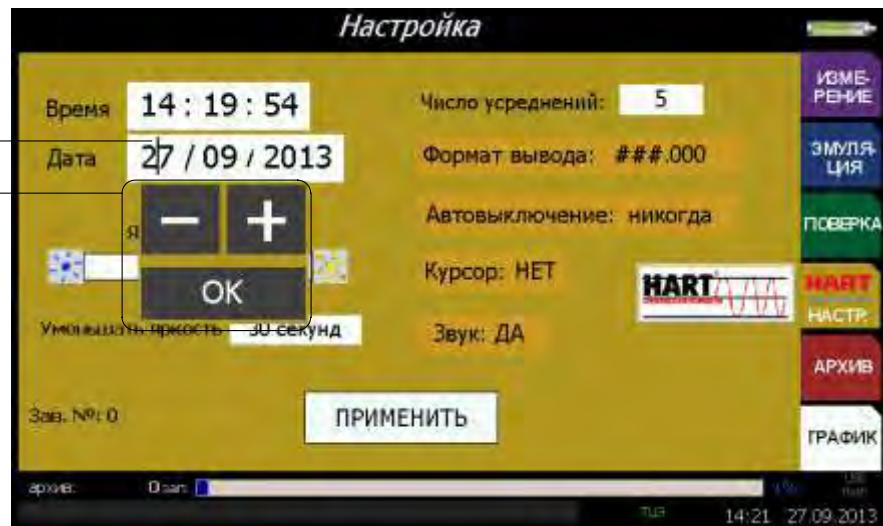

Рисунок 2.50
2.6.4.3 Параметр «Дата» предназначен для просмотра и/или установки новой текущей даты, представленной в формате: «дд:мм:гггг» (рисунок 2.50).